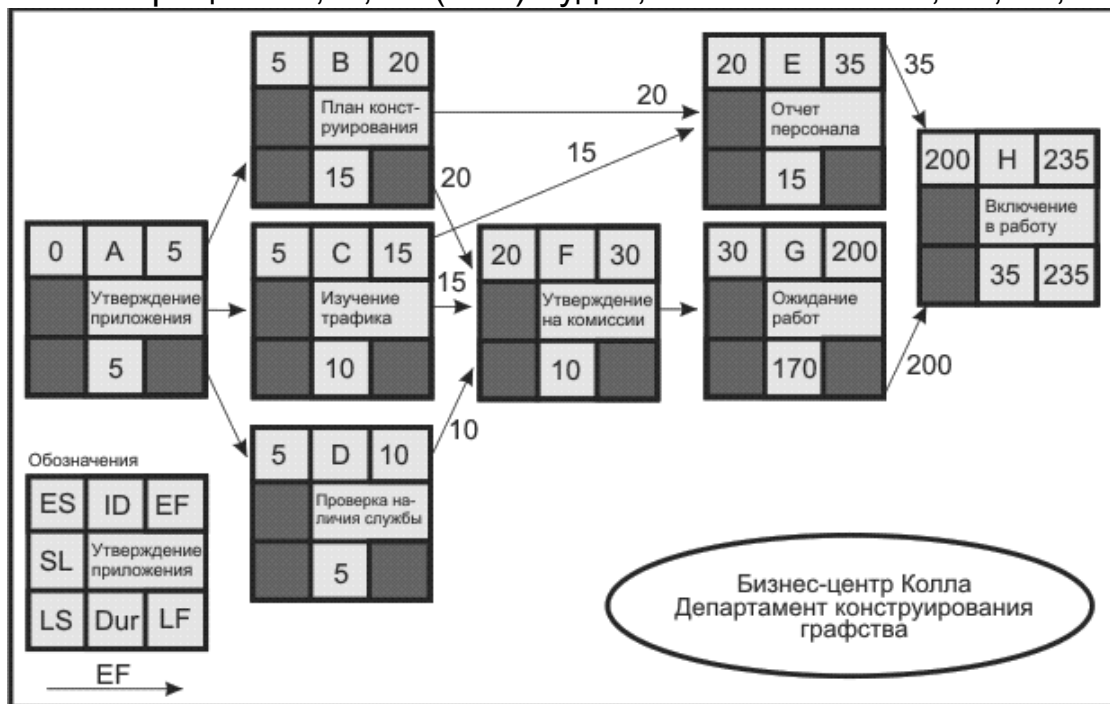

Рис. 2.5 - Прямой анализ сетевого графика для проекта создания бизнес-центра
В нашем примере, ранний срок начала первой операции (операция- A ) это 0. Это время проставляется в верхнем левом углу блока операции A (Рис. 2.5).
На Рис. 2.5 можно видеть, что операции В, С и D могут начаться в момент завершения операции А, и поэтому все они имеют раннее начало ( ES ) 5.
В нашем примере на Рис. 2.5 EF для операции F (30) проводится до операции G, где становится ее ES (30).